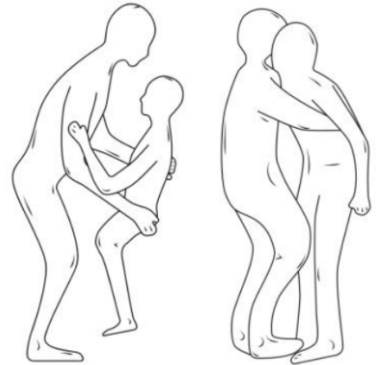

Fig. 1 Måter å støtte brukeren på
- plassere brukeren i produktet (fig. 1),
- trekk brukeren ut av produktet (fig. 1).